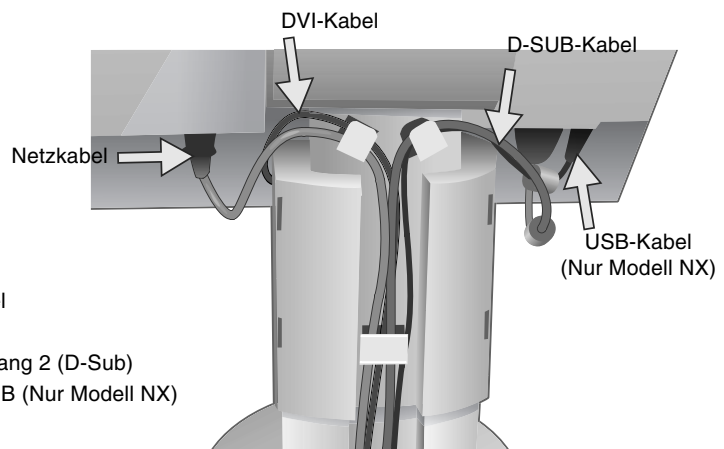

Abbildung C.2
5. Legen Sie die Kabel in der folgenden Reihenfolge in die Kabelführung: zunächst das Netzkabel, dann das DVI-Kabel (**Abbildung C.2**).
6. Führen Sie das DVI-Kabel und das Netzkabel durch die in **Abbildung C.2** angegebenen Halterungen.
7. Führen Sie das D-Sub- und das USB-Kabel durch die in **Abbildung C.2** (USB-Kabel: Nur Modell NX) angegebenen Halterungen.